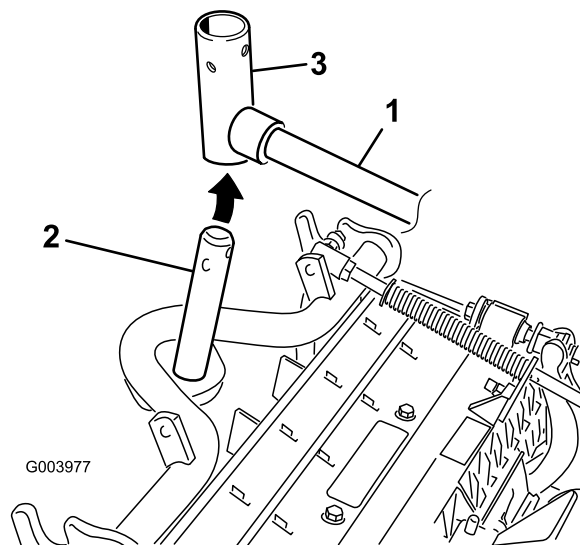

Figure 10
8. Pour les plateaux de coupe avant, poussez un plateau de coupe sous le bras de relevage tout en insérant l'arbre du bâti porteur dans la chape de pivot du bras de relevage (Figure 10).
- B. Insérez la chape du bras de relevage sur l'arbre du bâti porteur (Figure 10).